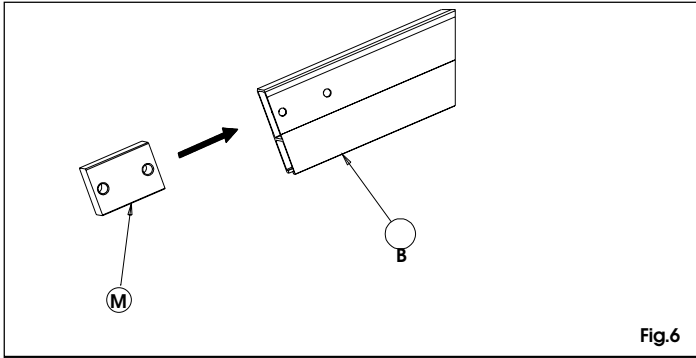

Fig.6
- 7) Inserire il particolare **M** nello spezzone appena forato, Fig.6
- 7) Insert part M on the section you have just drilled, Fig.6.
- 7) Introduire la pièce M dans le tronçon qu'on vient de percer, Fig.6
- 7) Introduzca la pieza **M** en el trozo que se acaba de taladrar, Fig. 6.
- 7) Das Teil **M** in das soeben gebohrte Teilstück einführen, Abb. 6.